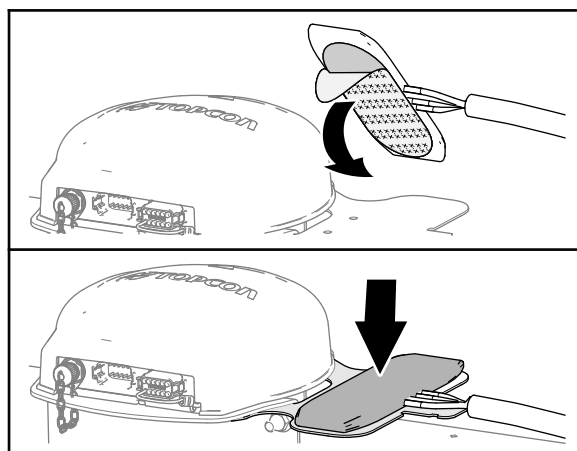

Figura 126
2. Retire el papel protector del adhesivo de doble cara de la parte inferior de la antena del módem (Figura 126).
3. Fije la antena del módem a la parte superior del soporte de la antena del módem, como se muestra en la Figura 126.